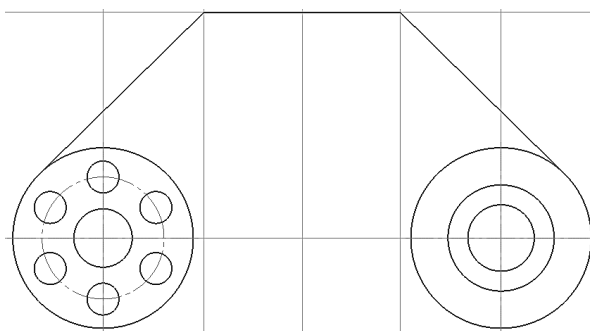

Рис. 49. Построение окружностей
2.10.1 Выбрать команду **Окружность** . Строим две окружности – диаметром 26 мм, стиль – основная; диаметром 40 мм, стиль – основная (рис. 49).